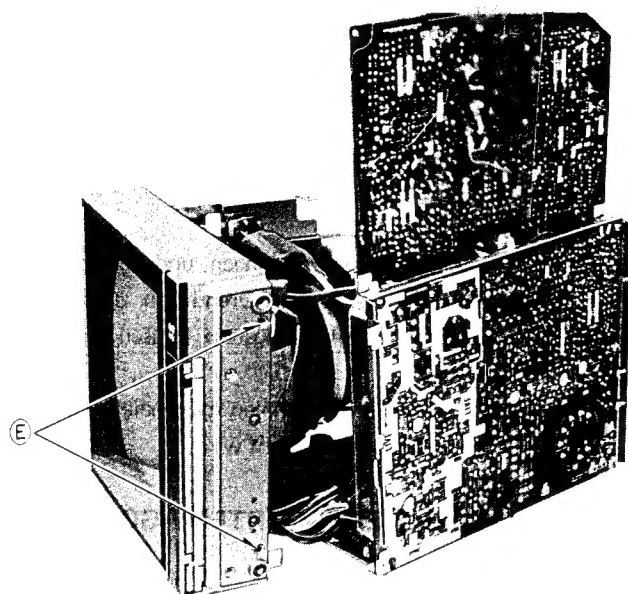

Fig. 5
1. Remove 2 screws (E) as shown in fig. 5.
1. 2 Schrauben (E) entfernen, wie in Abb. 5.